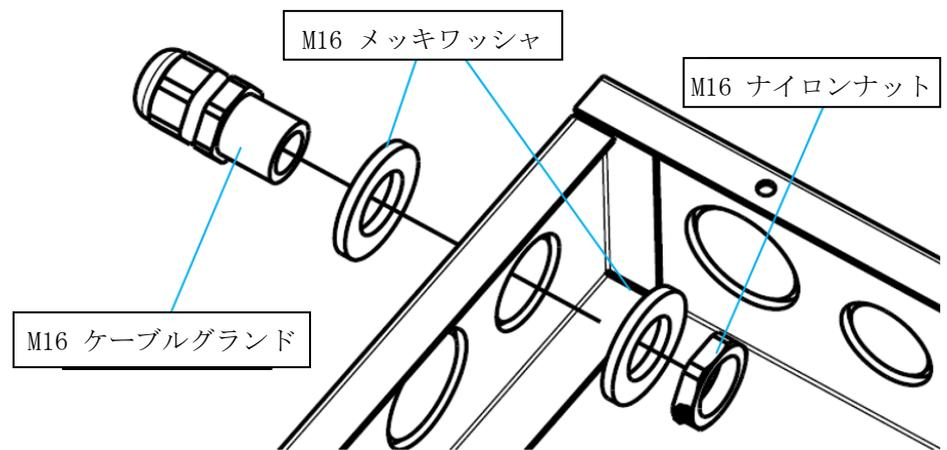

Fig. 40 ケーブルグランド取付図
- C. 図 40 のとおり、ケーブルグラウンドをジャンクションボックスに締め付けて固定します。
- C. 図 40 のとおり、ケーブルグランドをジャンクションボックスを締め付けて固定します。